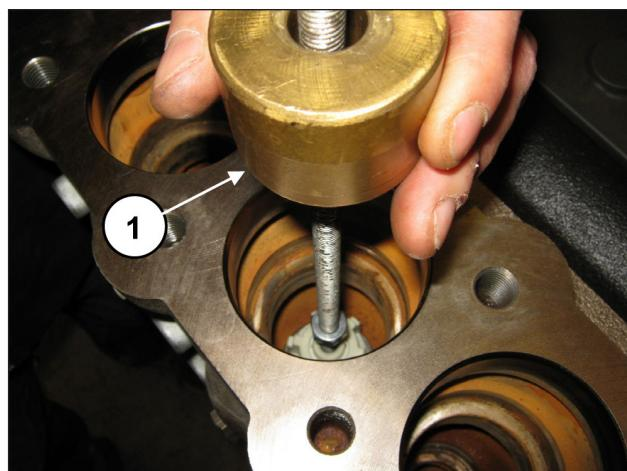

Fig. 103
Extraia o grupo da válvula de aspiração por meio de um martelo extrator (cód. 27516400) a ser aplicado no orifício M10 da guia da válvula (pos. ①, Fig. 103) ou, além disso, um possível adaptador M10-M16 (código 25089700) a ser aplicado na rosca M16 da guia da válvula.